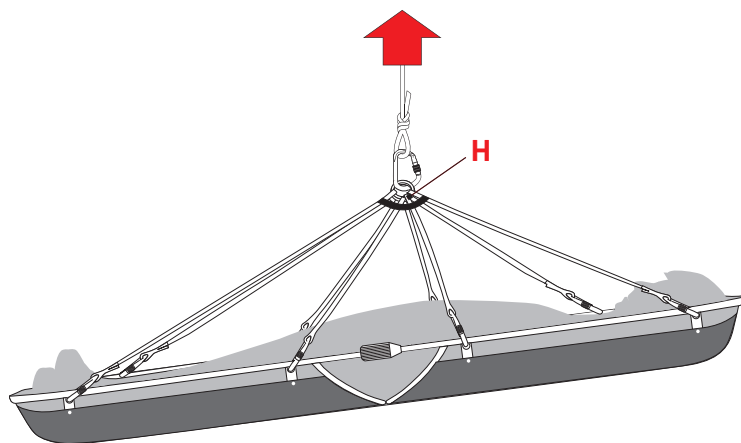

Fig.12
- **Sollevamento e calata con dispositivi di salvataggio (fig. 12)**
- **Sollevamento e calata con elicotteri (fig. 12)**